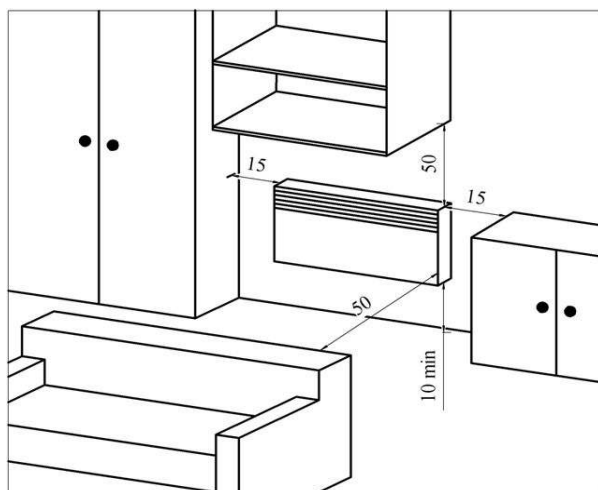

Рис. 2
4.8 Розміщення конвектора на опорах в приміщенні аналогічне (див. рис.2), при цьому відстань від задньої стінки конвектора до предметів (меблі, штори й т.п.) повинна бути не менше 15 см.